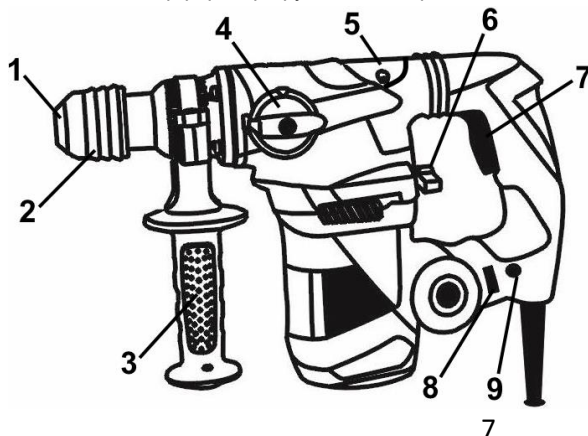

Рисунок 1
5.1 Выберите необходимый режим работы изделия с помощью переключателей **(4)** и **(6)** (смотрите рисунок 1).
5.2 Для включения изделия нажмите на курок выключателя **(7)** (рисунок 1). Для отключения изделия следует курок отпустить.